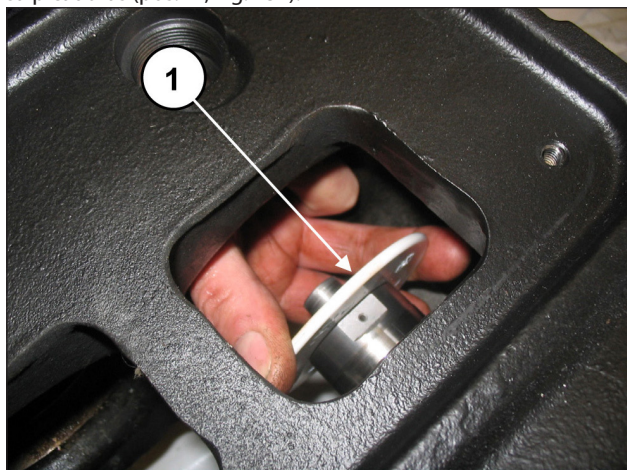

Fig. 137
Extraer de la guía de los pistones los protectores contra salpicaduras (pos. ①, Fig. 137).